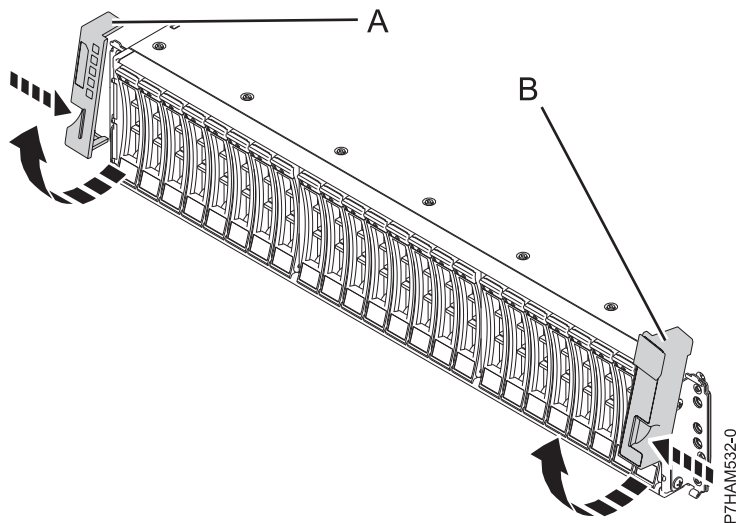

Figura 7. Extracción de las cubiertas laterales
2. Extraiga la cubierta lateral izquierda (A) y la cubierta lateral derecha (B) para dejar a la vista las piezas de sujeción de montaje. Presione la pestaña de liberación y gire la cubierta hacia arriba hasta que salga del reborde del chasis, tal como se muestra en la Figura 7 en la página 9.